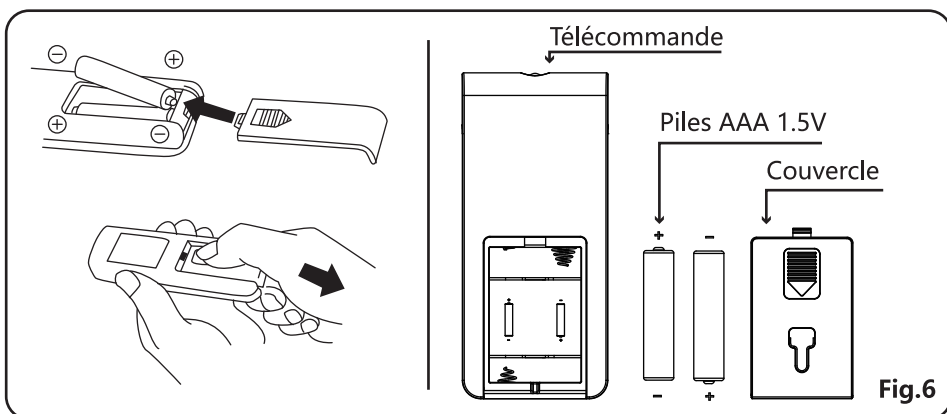

Fig.6
2. Insérez les piles et assurez-vous qu'elles soient placées comme indiqué sur la Fig. 6.